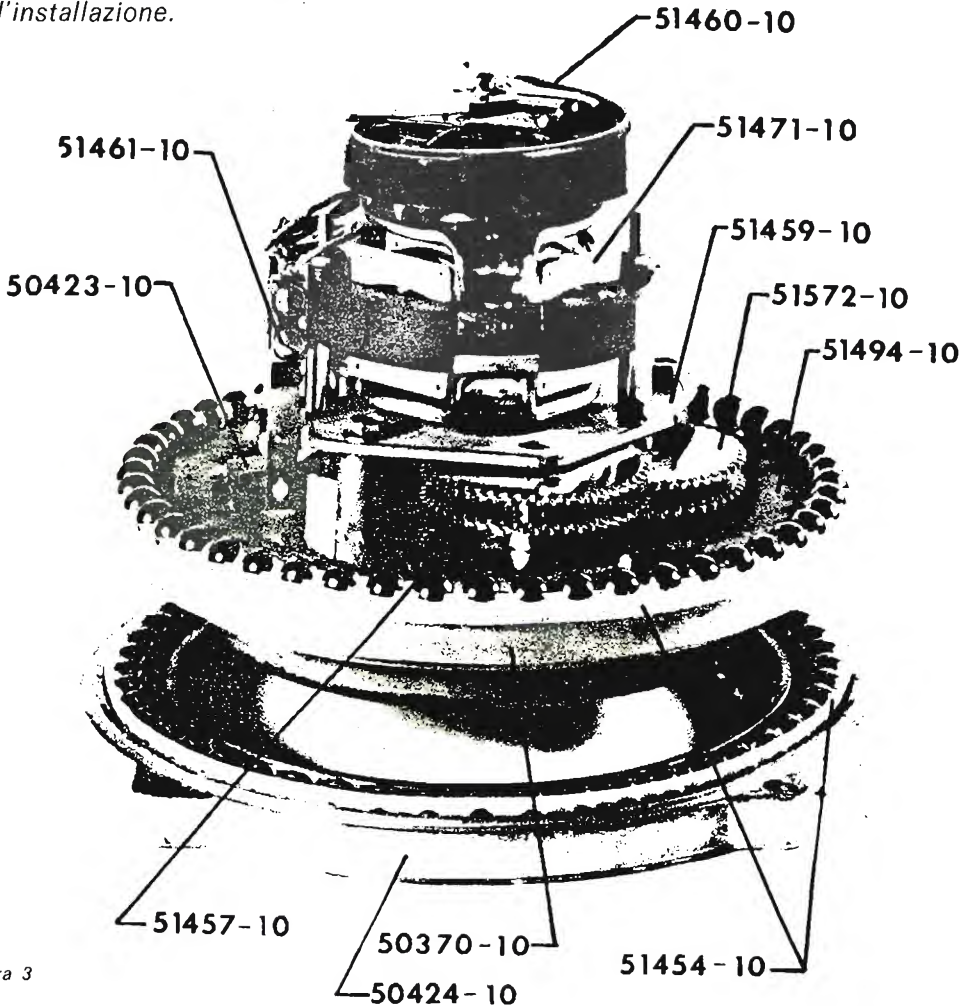

figura 3
*La figura 3 rappresenta il meccanismo interno.*